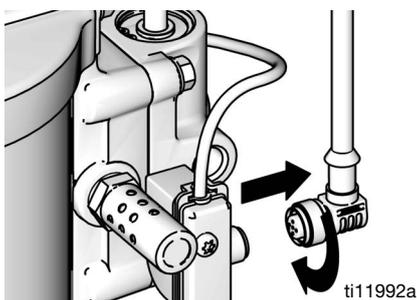

ABB. 18. DataTrak trennen
1. Schrauben Sie das Kabel von der Rückseite der Reed-Schalteneinheit ab. Siehe ABB. 18.